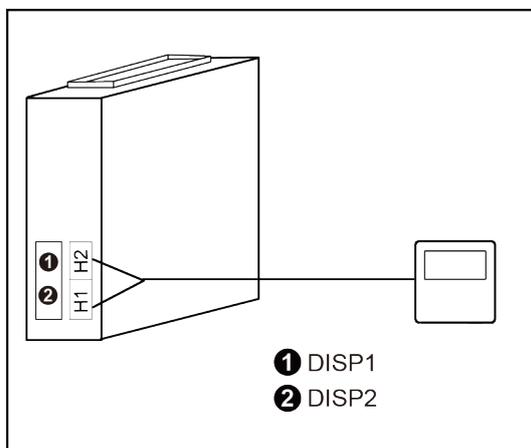

Fig. 5.4.1
- 1) La Fig.5.4.1 montre l'installation du contrôleur filaire.